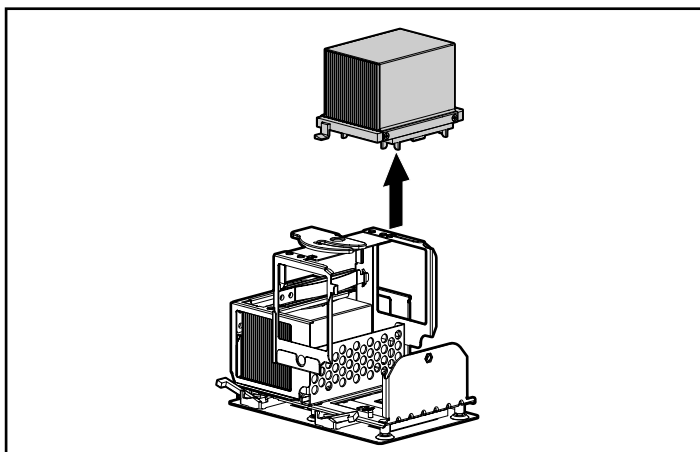

Figura 3-40: Remoção do conjunto processador/dissipador de calor
- b. Remova o conjunto processador/dissipador de calor (Figura 3-40).